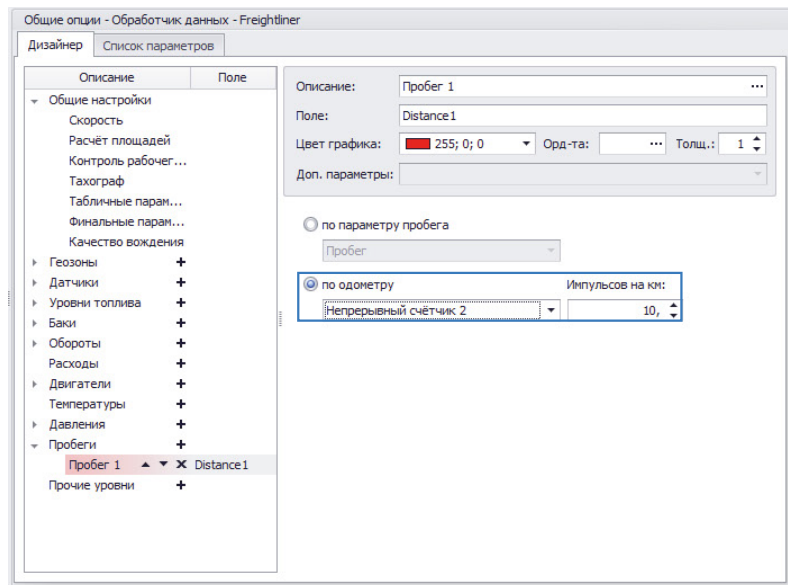

Рис.61. Расчет пробега по показаниям одометра.
2. по одометру (Рис.61) – показания пробега согласно одометру ТС. Такая настройка может использоваться, если цифровой вход контроллера «АвтоГРАФ» подключен к импульсному выходу одометра ТС.